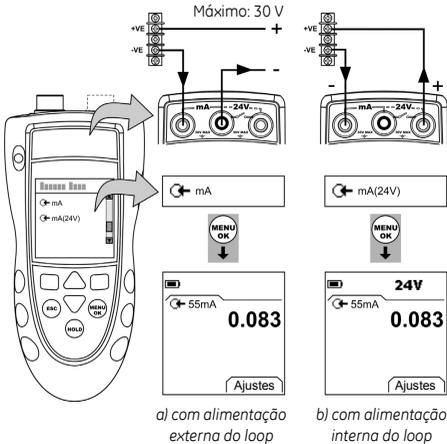

Figura 7: Configuração de exemplo – Medida de mA
1. Conecte o instrumento (Figura 7) e, se necessário, ajuste *Set Up/Conf.* (Tabela 1).
1. DPI 802/802P apenas. Conecte o instrumento ao equipamento de calibração (Figura 7).